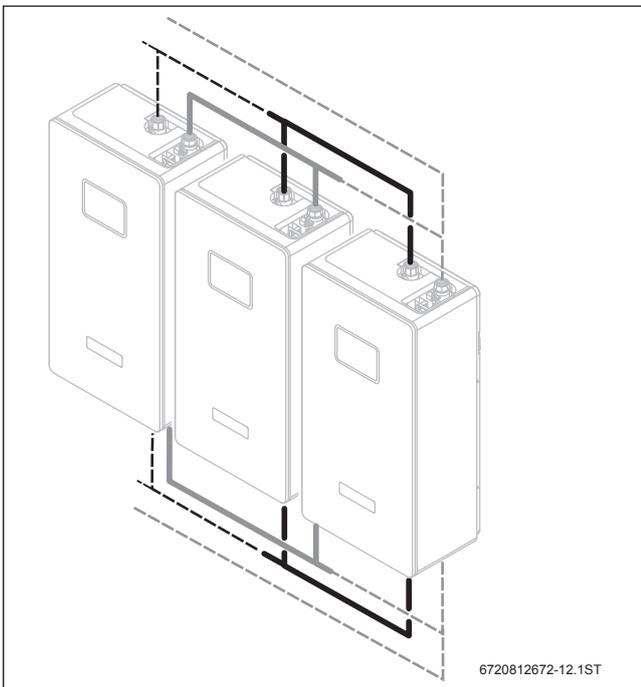

Bild 57 Beispiel: FS120/3 (N) mit Verrohrungs-Set (Tichelmann-Prinzip)
Zur Verbindung der Kaskadenstationen Logalux FS54/3 (N) bzw. FS80/3 (N) ist ein Verrohrungs-Set erhältlich. Dieses Set macht eine einfache Verbindung bei-der Stationen möglich. Die Anschlussseite kann frei gewählt werden. Bei 3er- oder 4er- Kaskaden kann das Verrohrungs-Set mit einer zusätzlichen bauseitigen Verrohrung (gestrichelt dargestellt) verwendet werden (→ Bild 57, 58 und 59).